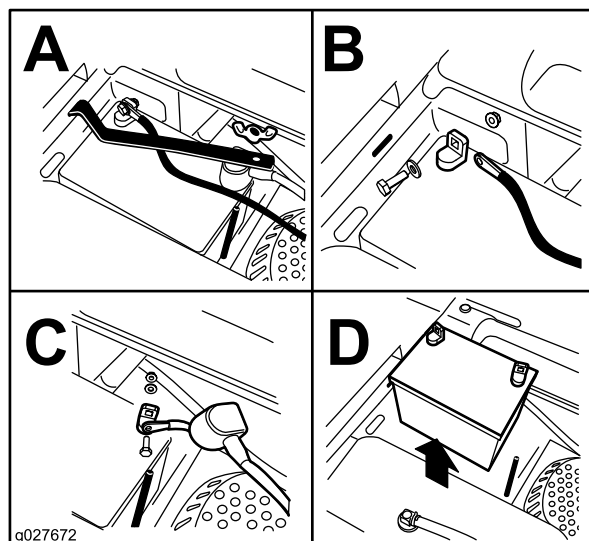

Figura 43
3. Retire la tuerca de orejeta que sujeta la abrazadera de la batería (Figura 43).
4. Retire la abrazadera (Figura 43).
5. Primero desconecte el cable negativo (negro) del borne negativo (-) (negro) de la batería (Figura 43).
6. Retire la cubierta de goma roja del borne positivo (rojo) de la batería y retire el cable positivo (+) (rojo) (Figura 43).
1. Coloque la batería en la bandeja con los bornes en el lado opuesto del depósito de combustible (Figura 43).
4. Fije los cables con 2 pernos, 2 arandelas, y 2 contratuercas (Figura 43).
6. Instale la abrazadera y sujétela con la tuerca de orejeta (Figura 43).